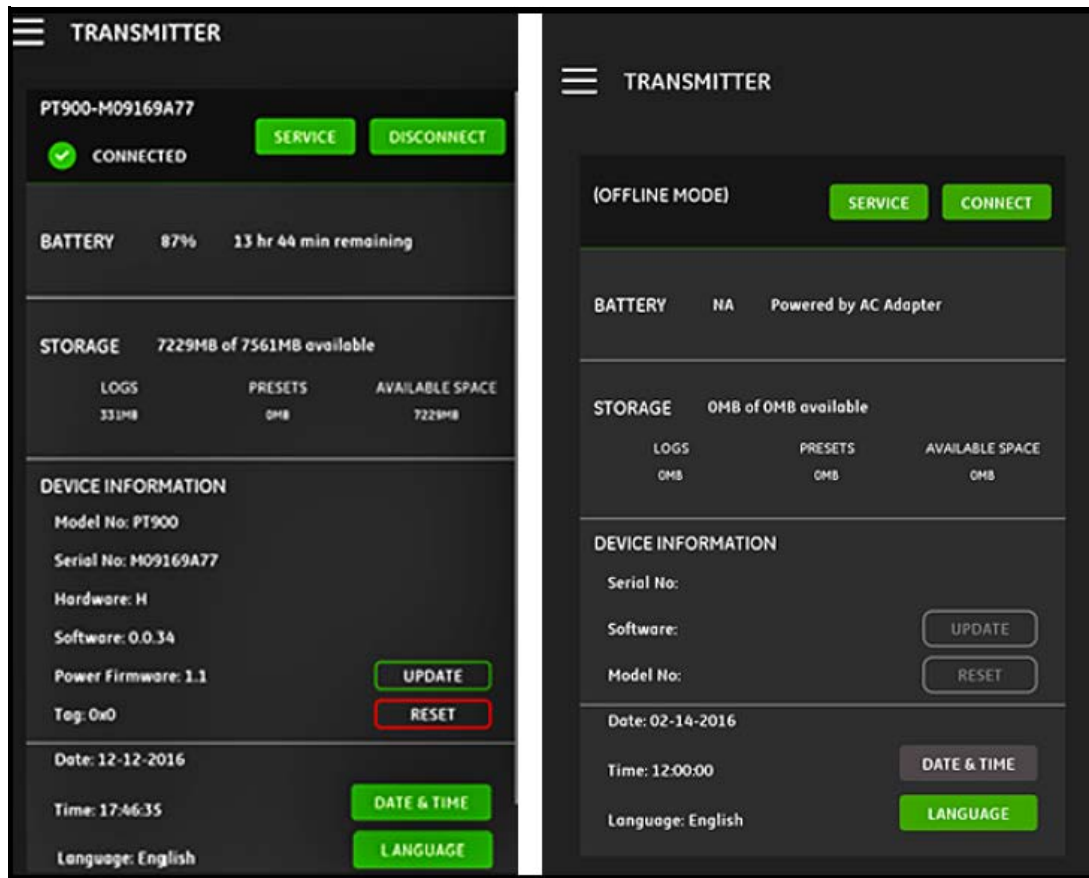

Figura 103: Menús CONECTADO (izquierda) y FUERA DE LÍNEA (derecha)
IMPORTANTE: Antes de crear un nuevo registro, asegúrese de sincronizar los ajustes de hora del transmisor y la tableta pulsando el botón FECHA Y HORA del menú TRANSMISOR (véase Figura 103 en la página 110).
1. Asegúrese de que los ajustes de la hora del transmisor y la tableta están sincronizados ajustando la hora del transmisor en el menú FECHA Y HORA> del TRANSMISOR (véase Figura 103 en la página 110).
Si un transmisor PT900 está CONECTADO a la aplicación de la tableta mediante Bluetooth, el menú TRANSMISOR muestra la información del dispositivo sobre el transmisor PT900, la batería y el uso de la memoria. Sin embargo, si la conexión está FUERA DE LÍNEA, esta información no está disponible. Vea los ejemplos de ambas posibilidades en Figura 103 más abajo.
7. Vaya al menú TRANSMISOR (véase Figura 103 en la página 110) y compruebe que la información sobre el dispositivo sea correcta.